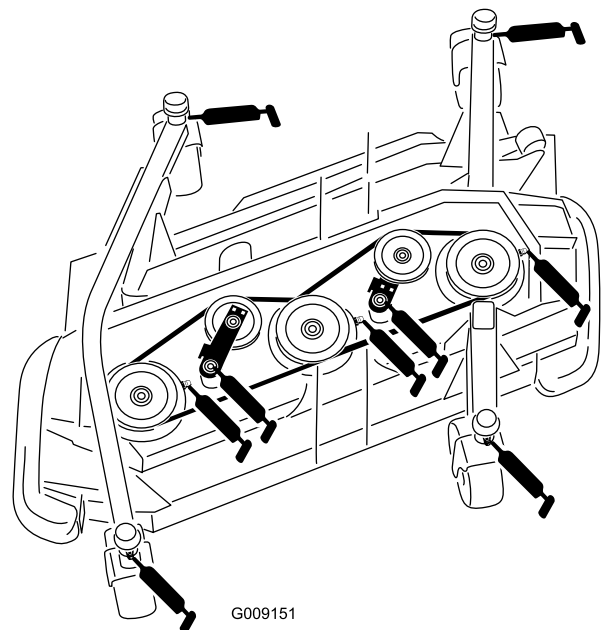

Figura 82
- 4 boccola dell'albero della forcella della ruota orientabile (Figura 82)
- 3 cuscinetti dell'albero del fusello (situati sull'alloggiamento del fusello) come illustrato nella Figura 82
- 2 boccole del perno di articolazione del braccio del tendicinghia (situate sull'albero del perno di articolazione del tendicinghia) come illustrato nella Figura 82